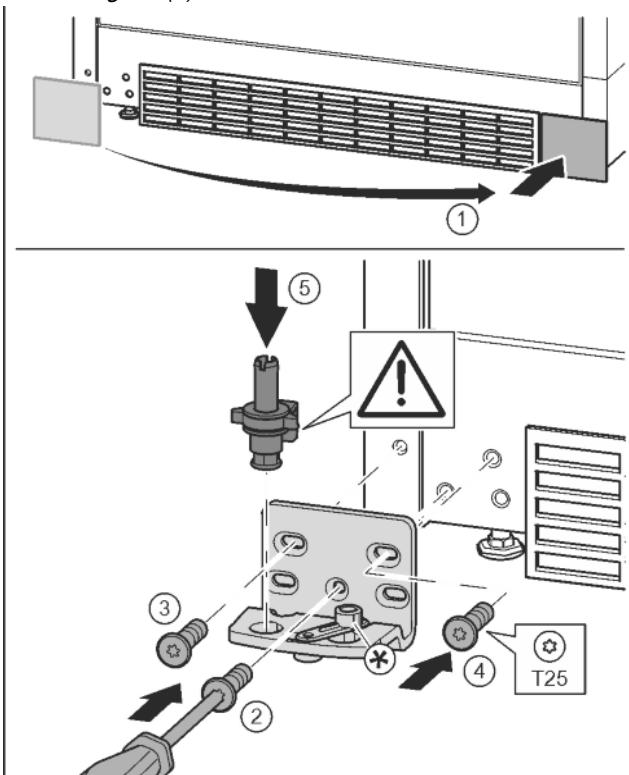

Fig. 16
- ▶ Свалете капака и го поставете от другата страна. Fig. 16 (1)
- ▶ Поставете лагерната стойка от другата страна и я завийте с помощта на отвертка T25. Започнете с винт 2 долу в средата. Fig. 16 (2)
- ▶ Затегнете винт 3 и 4. Fig. 16 (3, 4)
- ▶ Вкарайте изцяло лагерния болт. При това обрънете внимание на това, фиксиращата гърбица да сочи назад. Fig. 16 (5)